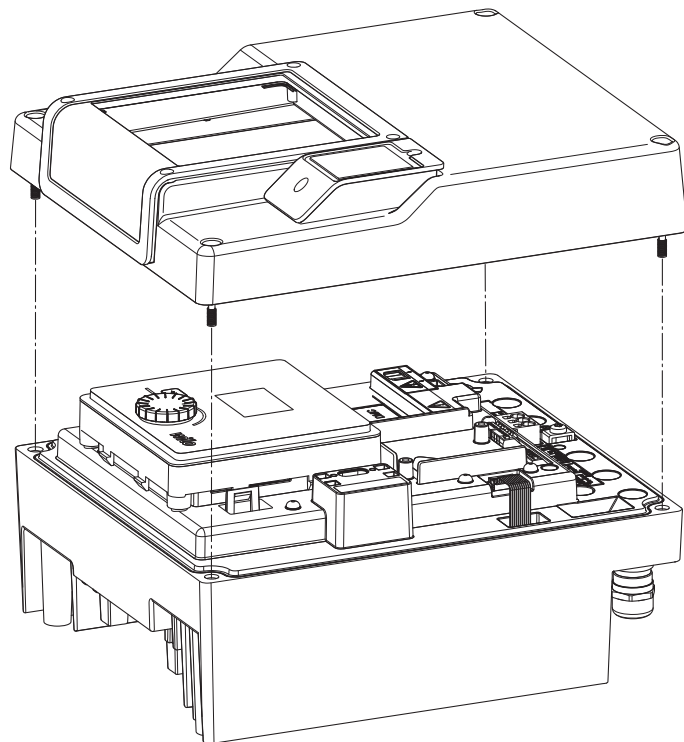

Fig. 45: Abrir a tampa do módulo eletrónico
- Abrir a tampa do módulo eletrónico. (Fig. 45).